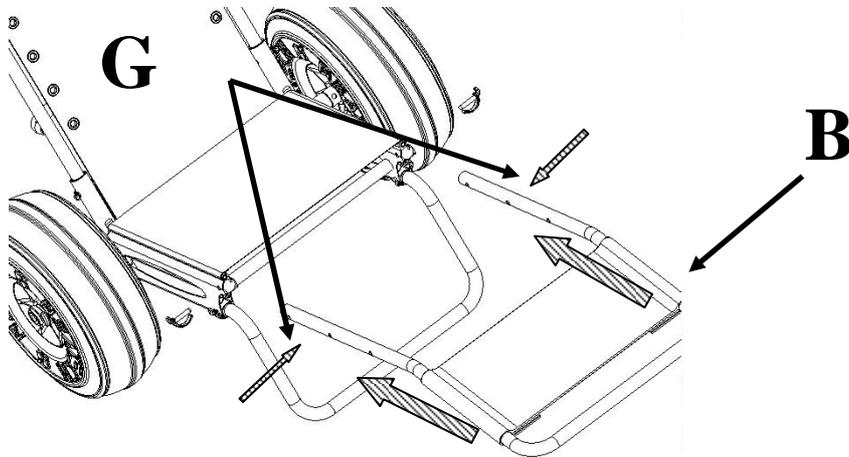

Fig.6
Insérer le repose pieds (B), en retirant et remettant les 2 clips (G) pour faciliter l'opération (Fig.6).